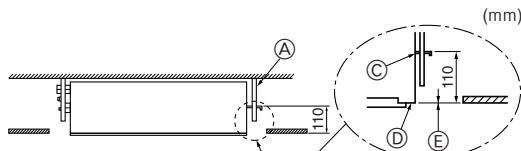

Fig. 2-9
- Σφιξτεί όλα τα παξιμάδια. (Fig. 2-9)